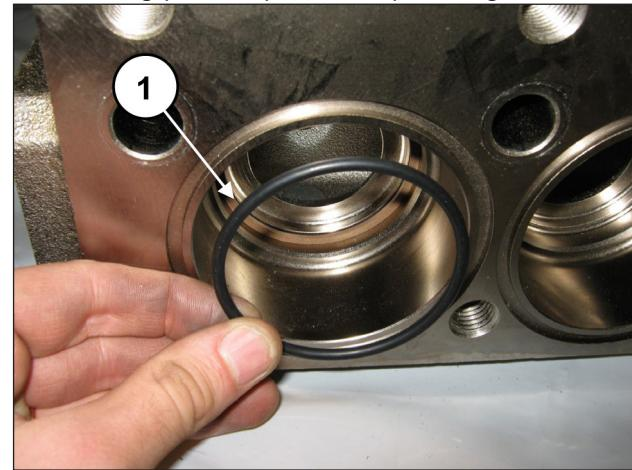

Fig. 150
Insira o O-ring, pos. de explosão nº. 7 (pos. ①, Fig. 150).